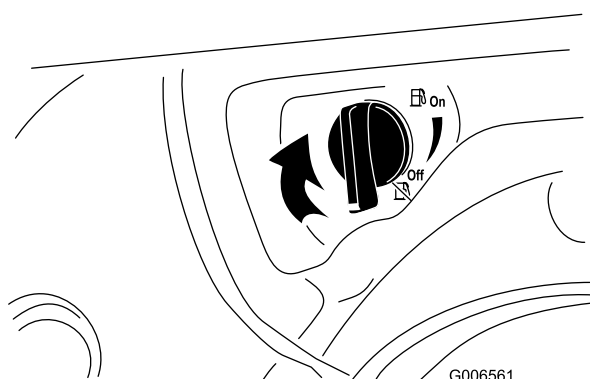

Figure 29
4. Fermez le robinet de carburant en le tournant dans le sens horaire (Figure 29).